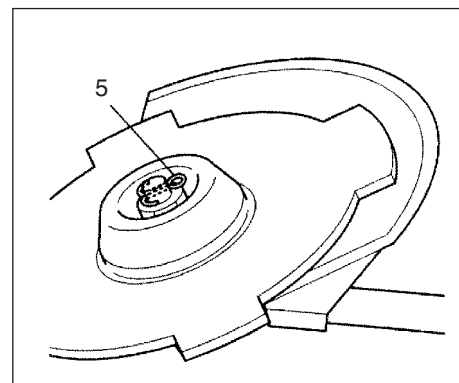

Fig. 1-10C
Om röjsågen är av den typ där en mutter och en saxsprint används till att fästa skäret måste klingan hållas på plats med hjälp av en ny saxsprint (5) varje gång den monteras. (Fig. 1-10C)